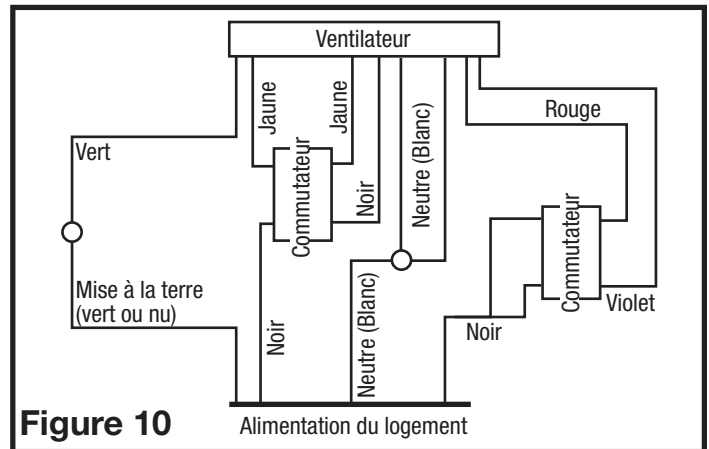

Figure 10
3. **Ventilation intermittente** : Pour les ventilateurs à deux vitesses, raccordés pour une ventilation intermittente avec un interrupteur à bascule duplex standard (comme Leviton 5224 -2W non inclus). Connectez les fils blancs du ventilateur au fil blanc (neutre) de la source d'alimentation. Connectez le fil de terre du ventilateur au fil de terre de la source d'alimentation. Mettez à terre les interrupteurs correctement. Connectez le fil noir de la source d'alimentation à un côté de l'interrupteur. Connectez le fil noir du ventilateur à l'autre côté de l'interrupteur. Connectez 1 fil jaune du ventilateur à chaque côté de l'interrupteur. Le commutateur avec les connexions jaunes met le ventilateur en marche et arrêt. Le commutateur avec les connexions jaunes change la vitesse entre haute et basse. Utilisez un deuxième interrupteur à bascule standard duplex, pour relier le fil noir de la source d'alimentation à un côté de l'interrupteur du haut et du bas. Connectez le fil rouge (lumière) du boîtier du ventilateur à l'autre côté de l'interrupteur du haut et connectez le fil violet (veilleuse) du boîtier du ventilateur à l'autre côté de l'interrupteur du bas (**Figure 10**).